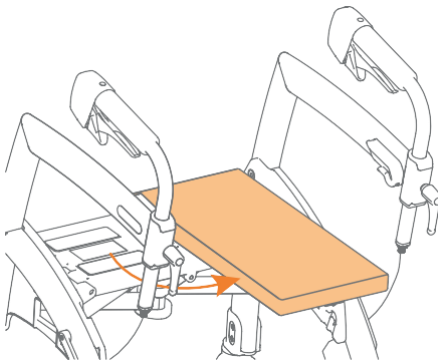

Figura 13: Coloque el cojín del asiento en forma de cruz.
- Retire el cojín del asiento, gírelo 90 grados y colóquelo transversalmente en el costado de la palanca roja (**Figura 13**).